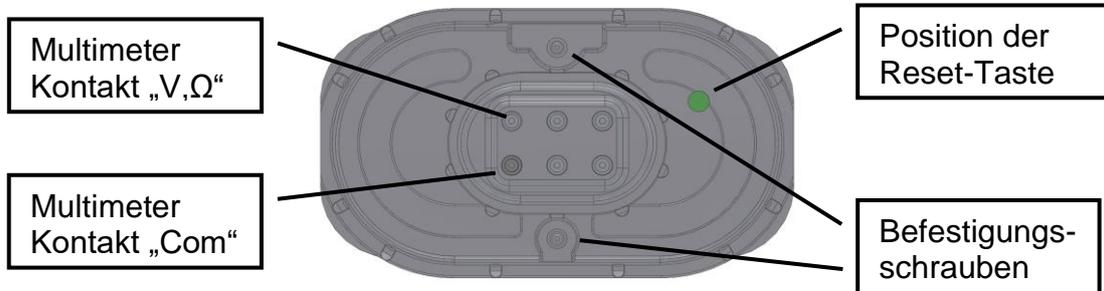
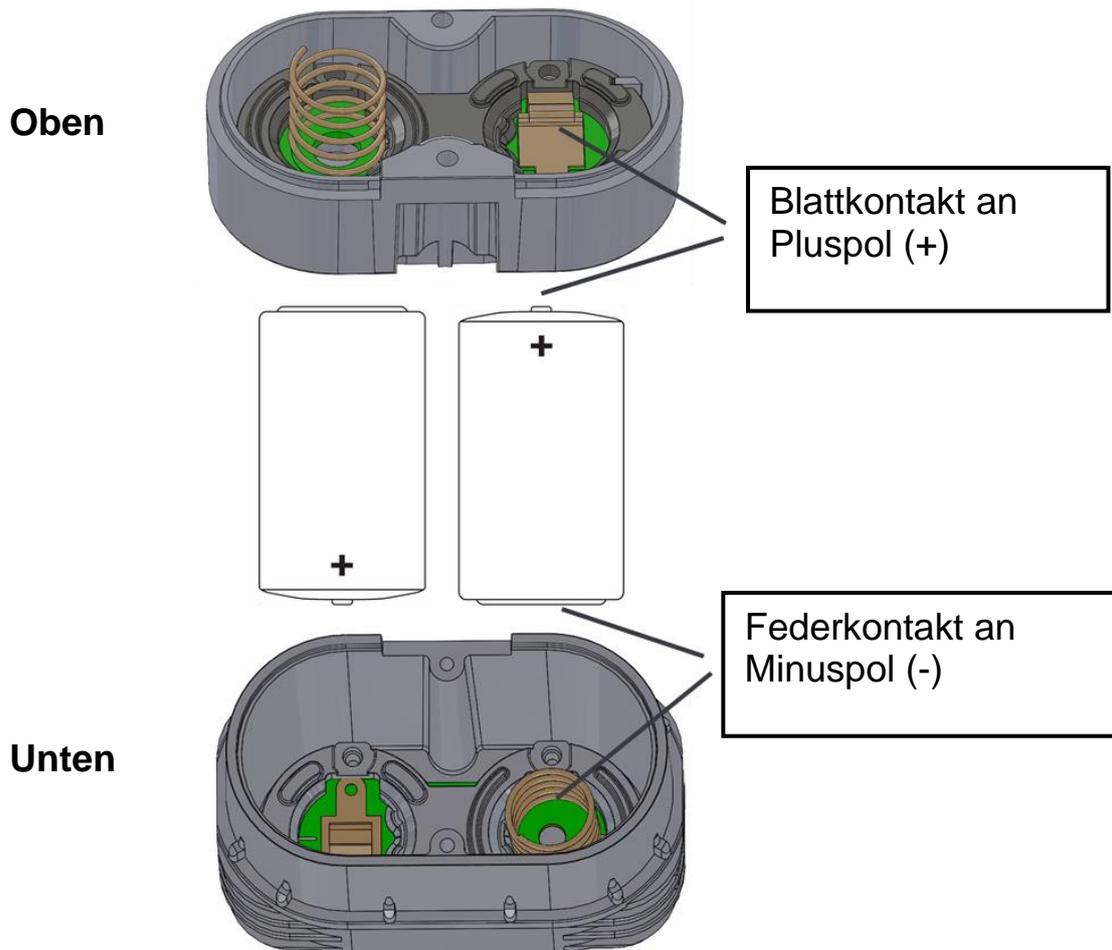

Abbildung 5-2: Batteriemodul – Ansicht von unten Korrekter Anschlussstück des Multimeters.
Abbildung 5-3: Ober- und Unterseite Batteriemodul
- Die zwei Befestigungsschrauben des Batteriemoduls (siehe Abbildung 5-2) mithilfe eines Torx-Schraubendrehers (T10) lösen. Achtung, die Federkraft ist hoch. Deswegen das Modul während des Aufschraubens gut festhalten.
- Beide Batteriezellen in den Batteriemodul einsetzen – Blattkontakt am Pluspol (+) und Federkontakt am Minuspol (-) (siehe Abbildung 5-3).
- Die Reset-Taste am Modul drücken. Da diese im Batteriemodul eingelassen ist, hierfür einen Stift oder Kugelschreiber verwenden (siehe auch Abbildung 5-2). Dadurch wird der Ladungszähler im Batteriemodul zurück-
Die Spannung vom Batteriemodul messen. Dazu ein Multimeter wie in Abbildung 5-2 gezeigt an die Anschlussklemmen anschließen. Die Nennspannung ist +7,2 V. Spannungen unter +7,0 und über +7,8 V sind nicht zulässig. Batteriezellen auf korrekte Richtung prüfen, vgl. Abbildung 5-3, wenn die gemessene Spannung außerhalb des zulässigen Bereichs liegt.